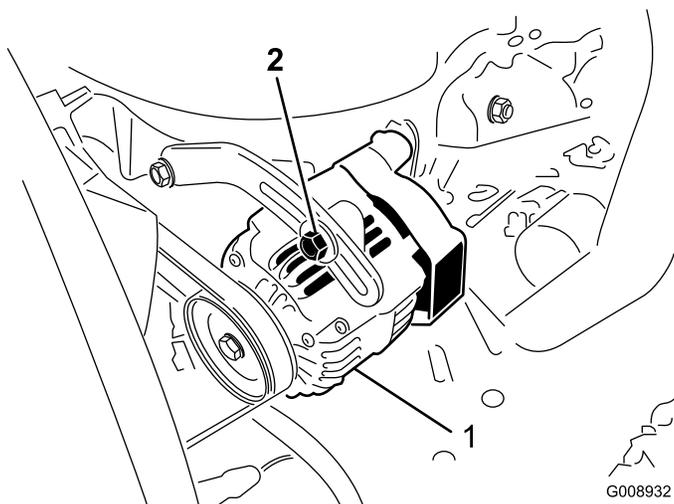

Bild 78
Prüfen Sie den Zustand und die Spannung der Treibriemen (Bild 78) alle 100 Betriebsstunden.
2. Lockern Sie bei einer Durchbiegung von mehr oder weniger als 10 mm die Befestigungsschrauben der Lichtmaschine (Bild 78). Erhöhen oder reduzieren Sie die Spannung des Lichtmaschinen-Treibriemens und ziehen Sie die Schrauben wieder fest. Prüfen Sie die Riemenspannung noch einmal auf korrekte Einstellung.